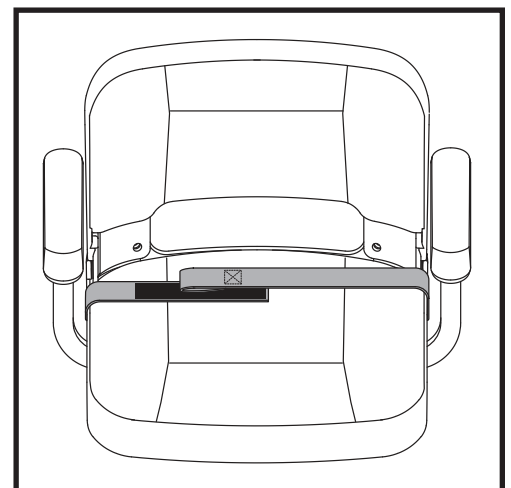

Figure 30. Ceinture de positionnement - Crochet réutilisable et boucle de fixation
1. Alignez les deux côtés de la ceinture en plaçant les deux bouts directement au-dessus du côté de l'attache ("crochet") du côté opposé de la ceinture. Pressez fermement ensemble pour attacher. **Voir la figure 30.**